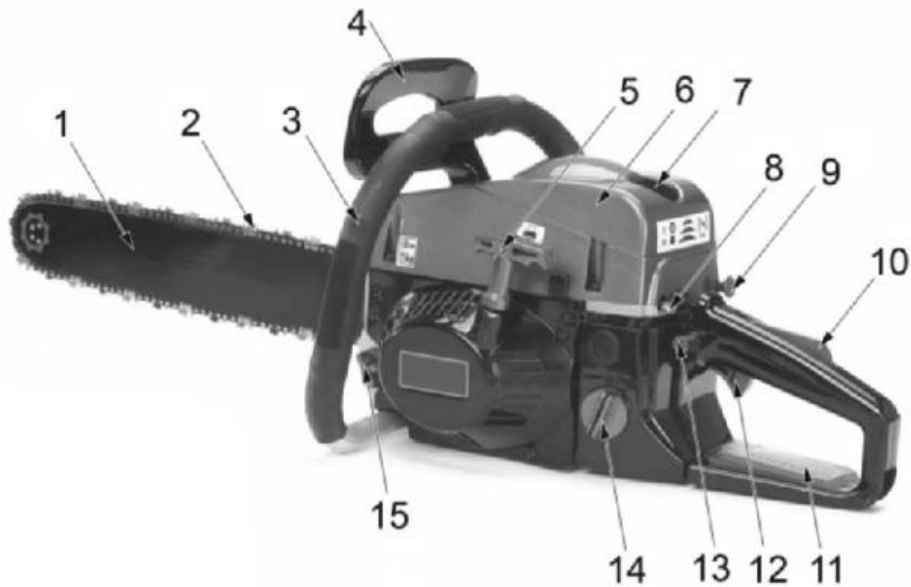

Рис. 1
Ручка тормоза цепи (4) (рис.1)